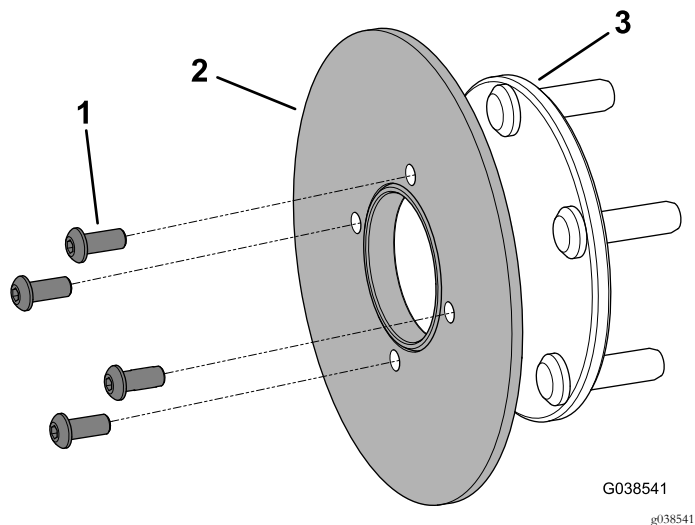

Figura 7
7. Retire os quatro parafusos sextavados interiores ($\frac{5}{16}$ x $\frac{3}{4}$ pol.) e retire o disco do cubo (Figura 7).
6. Instale o disco no cubo utilizando os quatro parafusos sextavados interiores (5/16 x 3/4 pol.) como se mostra na **Figura 7**.